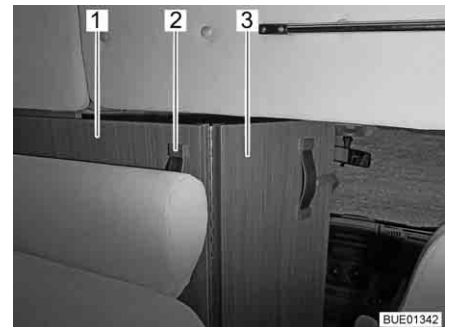

Fig. 57 Separación de la cabina del conductor
- Coger la separación de la cabina del conductor (Fig. 57,1) por el asidero (Fig. 57,2) y tirar hacia atrás hasta que el borde de la separación de la cabina del conductor se encuentre aproximadamente a la altura del respaldo del banco (Fig. 57).
- Desplegar la parte plegable de la separación de la cabina del conductor (Fig. 57,3) entre los asientos de la cabina del conductor.